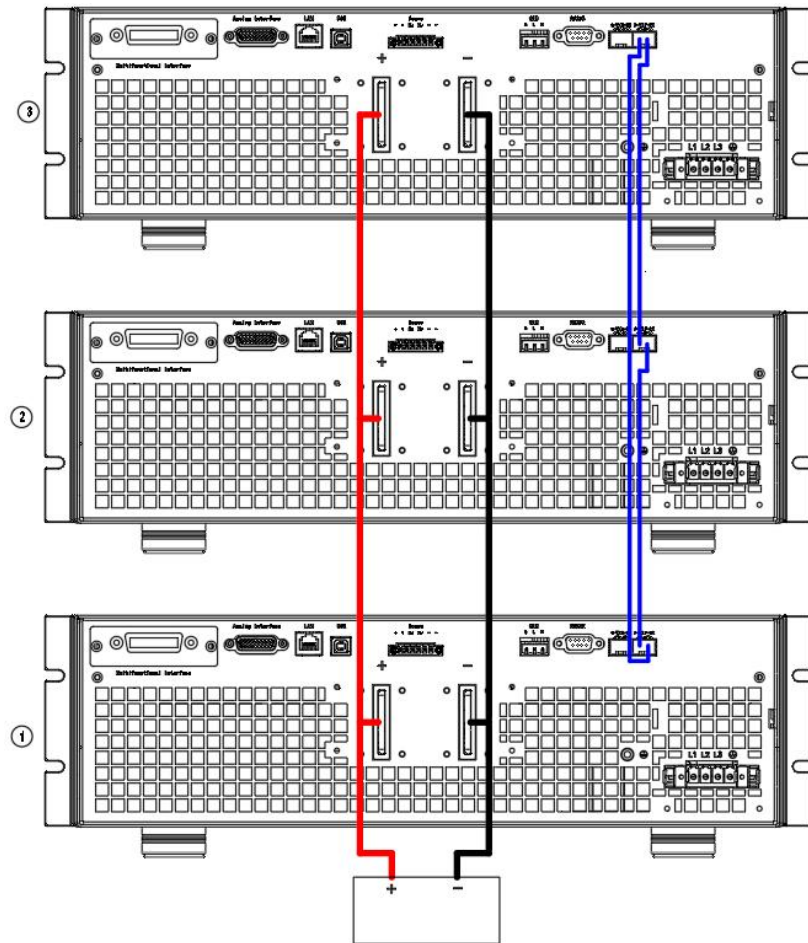

图 3-17 C3000 低压系列多个设备并联示意图
多个 C3000 低压系列可编程直流电源并联可以提供比单台设备更高的电流，更大的功率输出。图 3-17 显示了如何使三台设备并联（①号机作为主机，②、③号机为从机）。其中并机通讯，将光模块插入后背板上其中一组的 TX/RX 并机接口，另一组作为拓展口备用。用光纤将主机与从机相连，主机的 TX 连接第一台从机的 RX，第一台从机的 TX 再连接第二台从机的 RX，以此类推，最后一台从机 TX 连接主机的 RX，使设备首尾相连，本产品最多支持 30 台并机。